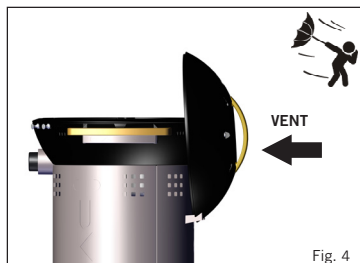

Fig. 4
- **ATTENTION!** Si l'appareil est utilisé alors qu'il y a du vent, le dôme doit être utilisé comme pare-vent et positionné tel qu'indiqué sur la Fig. 4.